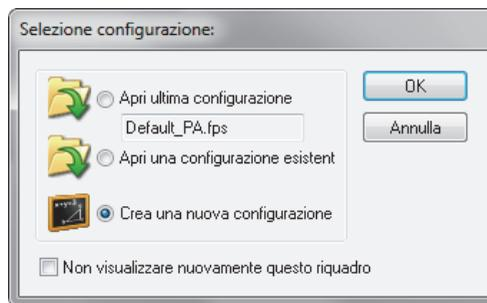

Figura 1-29 La finestra di dialogo Selezione configurazione
7. Nella finestra di dialogo **Selezione configurazione** che viene visualizzata (vedi Figura 1-29 a pagina 46), selezionare una delle seguenti opzioni di caricamento delle configurazioni ed in seguito cliccare su **OK**.